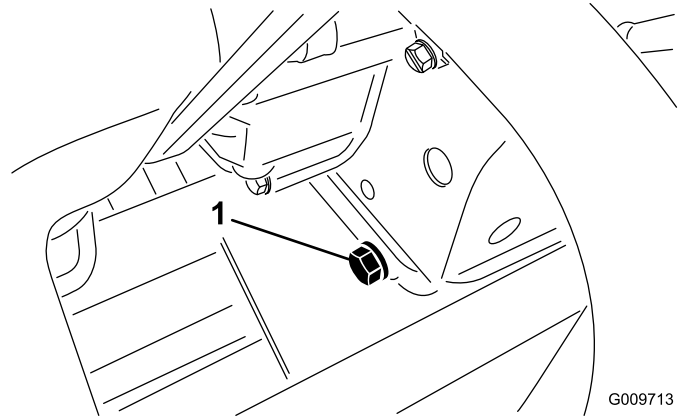

Bild 32
1. Entfernen Sie die hintere Ablassschraube (Bild 32) und lassen das Öl in ein Auffanggefäß ab. Schrauben Sie die Ablassschraube wieder ein, nachdem das Öl abgelassen ist.